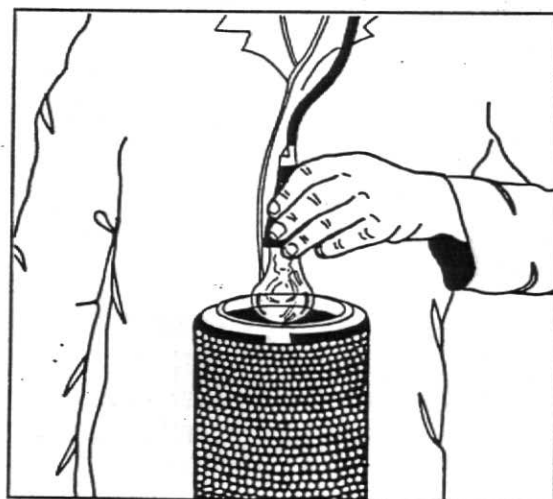

Fig. 7
3. Introduza uma lâmpada de inspeção e verifique se há rupturas. Se houver, substitua o elemento, fig. 7.